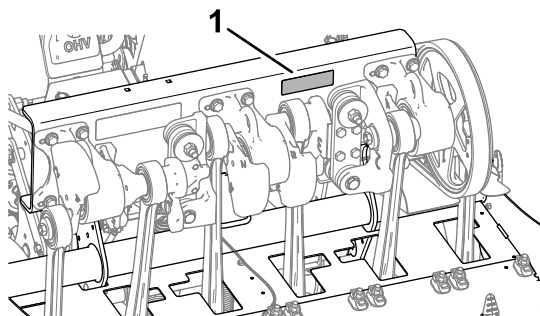

Figure 171
3. Vérifiez que les fixations de la tête d'aération, les fixations du timon et les écrous de roues sont serrés au couple correct. Les couples de serrage préconisés sont indiqués sur l'autocollant de référence situé sur le profilé du support de la tête d'aération (Figure 171).